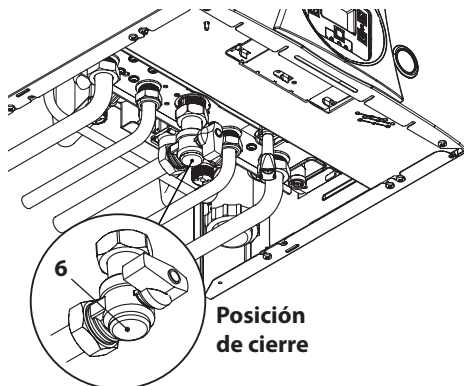

Figura 6.2
- Vuelva a cerrar la llave del gas 6 en la Figura 6.2.